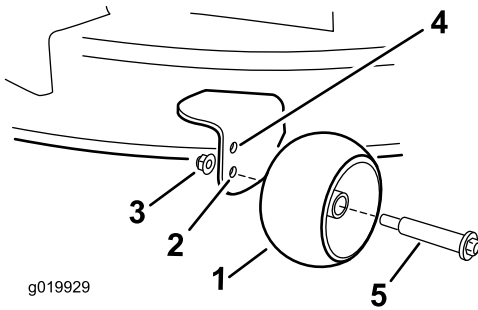

Figura 31
- Furo superior – utilize esta posição com plataforma de corte nas posições de altura de corte de 63 mm e inferiores (**Figura 31**).
- Furo inferior – utilize esta posição com a plataforma de corte nas posições de altura de corte de 76 mm e superiores (**Figura 31**).